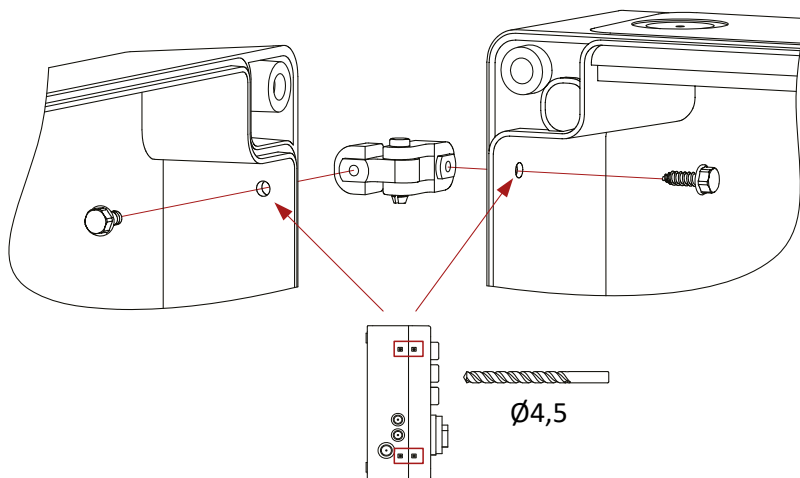

Рисунок 5
- Выберите в какую сторону будет открываться крышка корпуса и установите с помощью винтов и ключа петли (**Рисунок 5**). Предварительно в обозначенных местах крышки и основания корпуса аккуратно просверлите отверстия. На рисунке показана установка петель слева (открытие крышки влево).